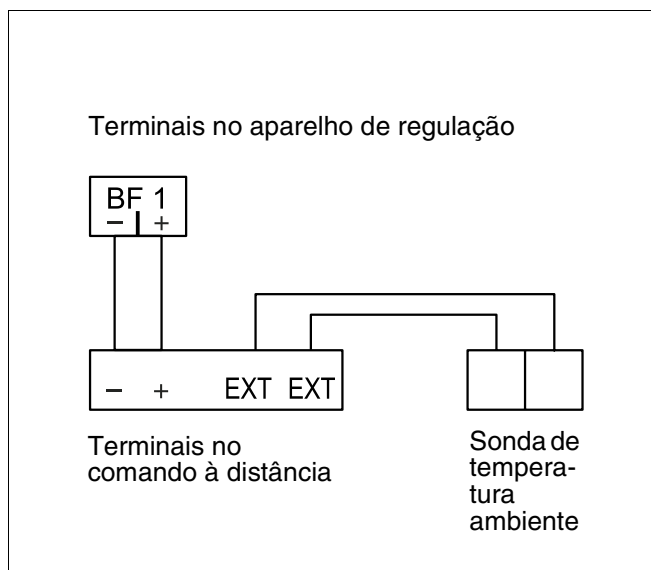

Fig. 5 Ligação da sonda de temperatura ambiente externa
- Ligue o cabo para a sonda de temperatura ambiente externa na régua de ligação de terminais "EXT" (Fig. 5).